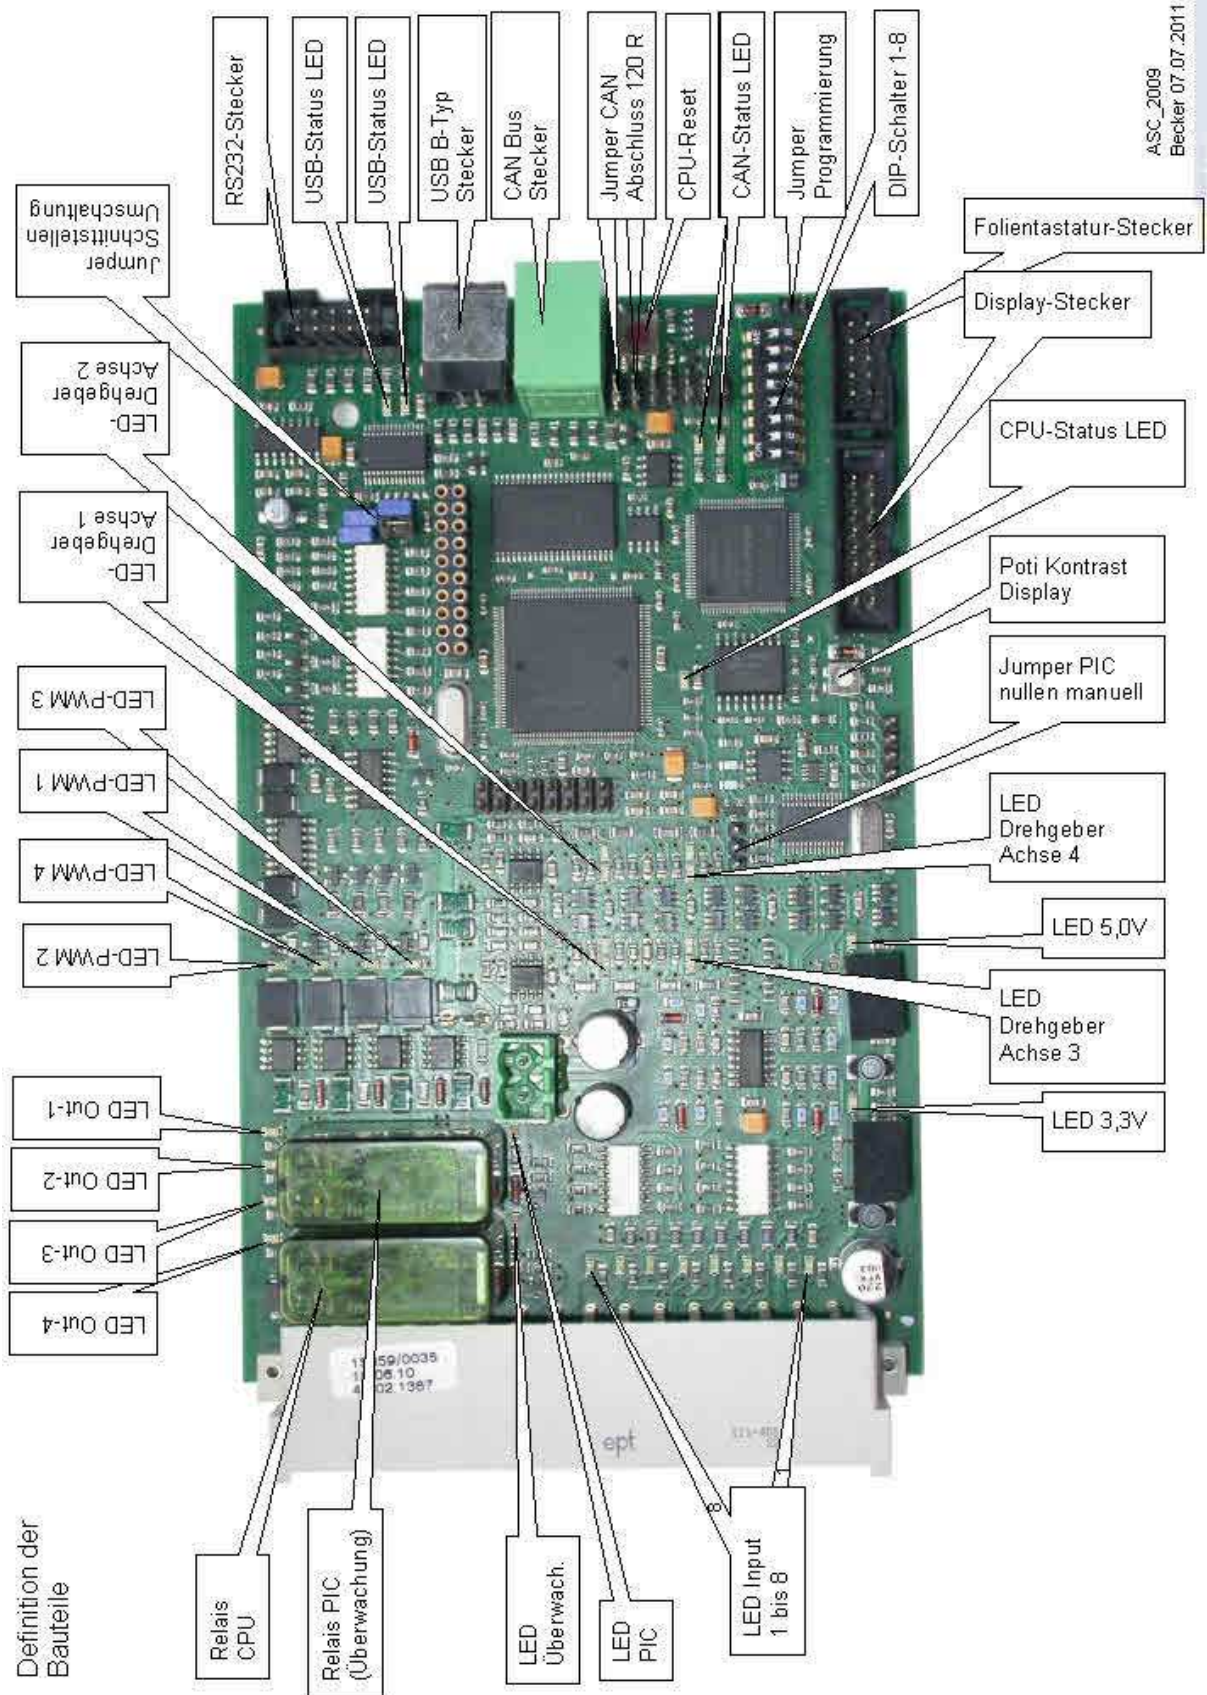

Bild 5: Platine – Achskontroller
- Resetknopf 1 an der Platine drücken und gedrückt halten. (siehe Bild 5)
- Drücke den Resetknopf 1 und halte ihn gedrückt (siehe Bild 5).